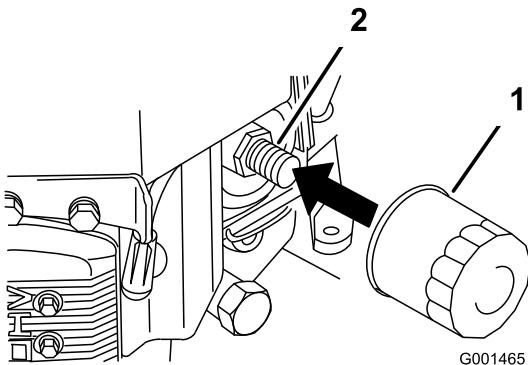

Figure 29
- Retirez le filtre usagé (Figure 29).
- Appliquez un mince film d'huile neuve sur le joint en caoutchouc du filtre de rechange (Figure 29).
- Posez le filtre à huile de rechange sur l'adaptateur, tournez le filtre dans le sens horaire jusqu'à ce que le joint en caoutchouc touche l'adaptateur, puis serrez le filtre de 3/4 de tour supplémentaire (Figure 29).